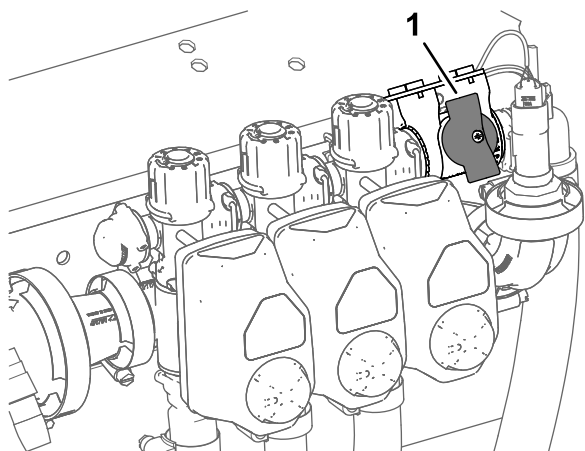

Figura 39
2. Girate la manopola della valvola di intercettazione del bypass delle sezioni sulla posizione chiusa (Figura 39).